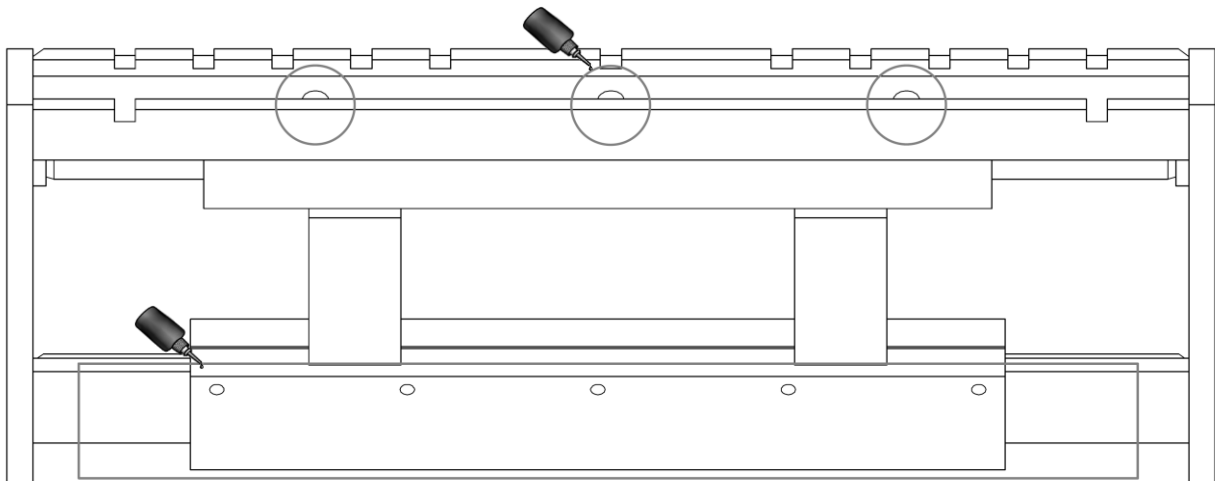

Abbildung 14
1. Schmieren Sie alle gleitenden Teile durch die dafür vorgesehenen Schmiernippel (siehe *Abbildung 14*).
2. Schmieren Sie die unteren Gleitstücke und die entsprechende Gleitoberfläche (siehe *Abbildung 14*).